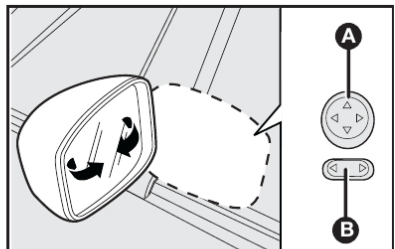

fig. 22
**Com regulagem elétrica - fig. 22**